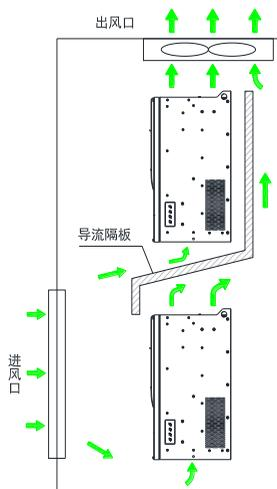

图 3-4 上下排安装要求
- 垂直向上安装变频器，便于热量向上散发。若柜内有多台变频器时，请并排安装。在需上下安装的情况，请参考图 3-4，安装隔热导流板；
① 壁挂式安装